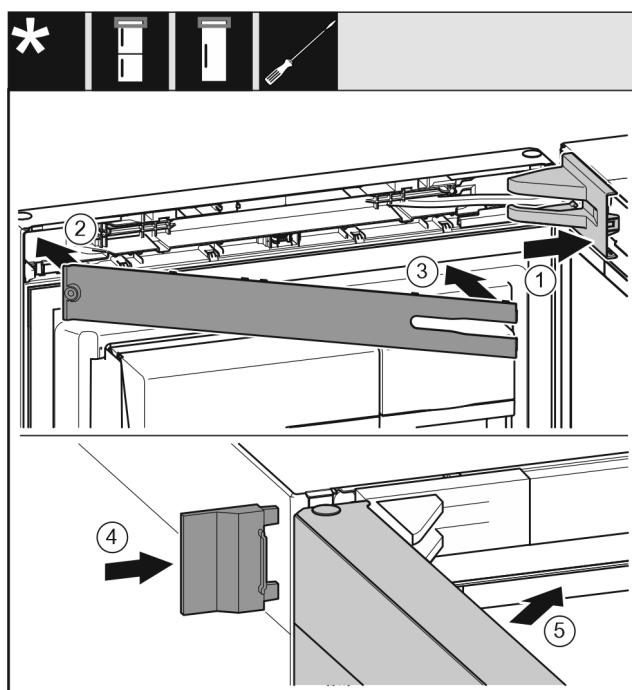

Fig. 53
- ▶ 放上并插入托架盖 Fig. 53 (1)，如有必要小心地按压分开。
- ▶ 盖上隔板 Fig. 53 (2)。
- ▶ 隔板 Fig. 53 (3)
- ▶ 插入外盖 Fig. 53 (4)。
- ▶ 关闭冰箱上方门 Fig. 53 (5)。